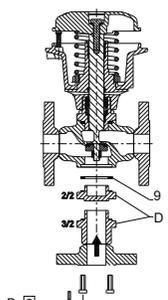

Fig. 35
- NC version:** Replace the O-ring (9) and tighten the plug (D) to torque **[c]** (Fig. 35).
- Remplacer le joint torique (9) et visser le bouchon (2/2) ou le corps de la 3ème voie rapportée (3/2) (D) au couple **[c]** (Fig. 35).
- NC-Version: Tauschen Sie den O-Ring (9) aus und ziehen Sie den Stopfen (D) mit dem Moment \square fest (Abb. 35).
- Reemplazar la junta tórica (9) y atornillar el tapón (2/2) o el cuerpo de la 3ª vía (3/2) (D) al par \square (Fig. 35).